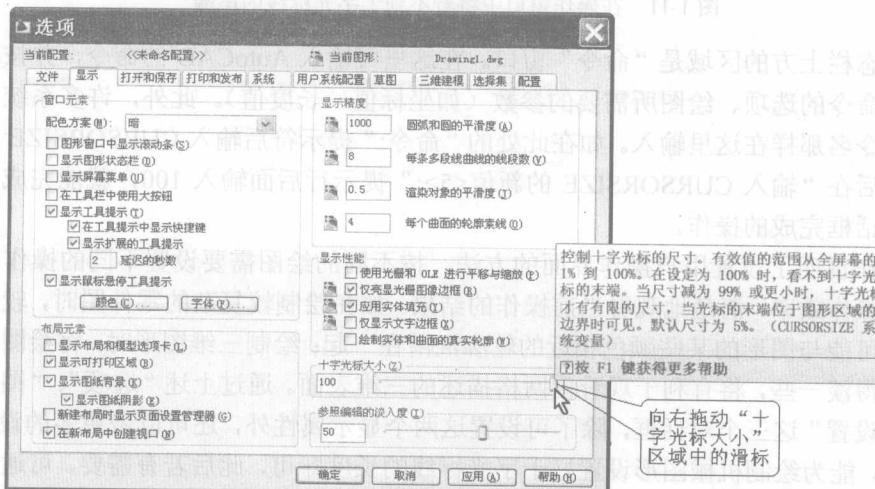

图 1-10 将它的值修改成 100
**步骤 4** 返回“选项”对话框中的“显示”选项卡后，向右拖动“十字光标大小”区域中的滑标，将它的值修改成 100，结果如图 1-10 所示。